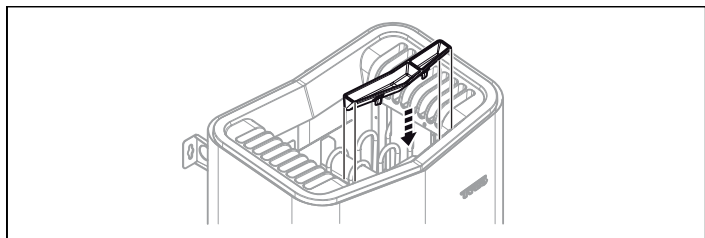

Рисунок 14: Установка держателя ароматизатора/увлажнителя воздуха
8. Установите чашу для трав/увлажнитель воздуха (см. Рис. 14).